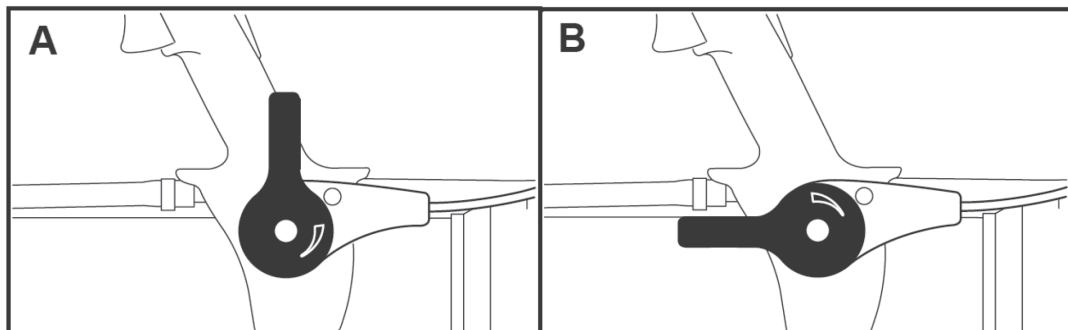

Рис.39
Расход порошковых или гранулированных химикатов и удобрений, бесступенчато регулируется с помощью рычага дозатора порошковых химикатов (19) (рис. 1), от положения «А» - закрыто, до положения «В» - полностью открыто (рис. 39).
4. Объем подачи сухой смеси, регулируем рычагом дозатора порошковых химикатов (рис. 39).